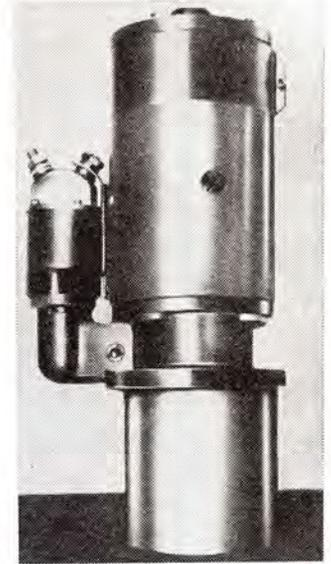

Abb. 61
1. Der Anlasser ist mit dem Lastendeckel in eine geeignete Vorrichtung einzusetzen (Abb. 61).